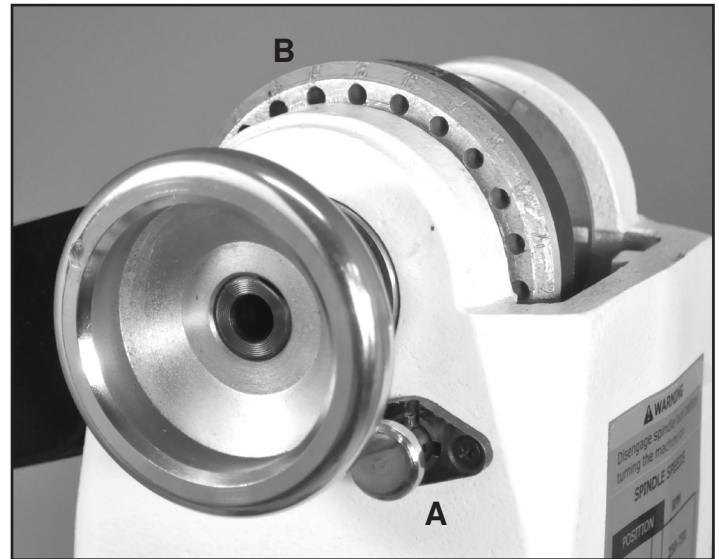

FIG. 1
1. **BLOCAGE DE LA BROCHE** : La tige à ressort (#44, Fig. 1, A) est principalement utilisée pour placer la broche de façon à réaliser des opérations avec un espacement précis comme des cannelures, des rainures, du perçage, de la sculpture de détails, de la pyrogravure et du traçage. Voir la page 13 pour plus de détails.
2. **DÉTENTES DE LA POUPÉE FIXE** : (Fig. 1, B) La plus grosse poulie de la broche (#52, B) possède 24 trous situés sur son côté gauche. Chaque trou est espacé de 15°, et marqué pour référence sur le périmètre de la poulie. Insérez la tige de blocage (A) dans un de ces trous, et la broche sera bloquée de manière à pouvoir travailler sur la pièce. Voir page 13 pour plus de détails.